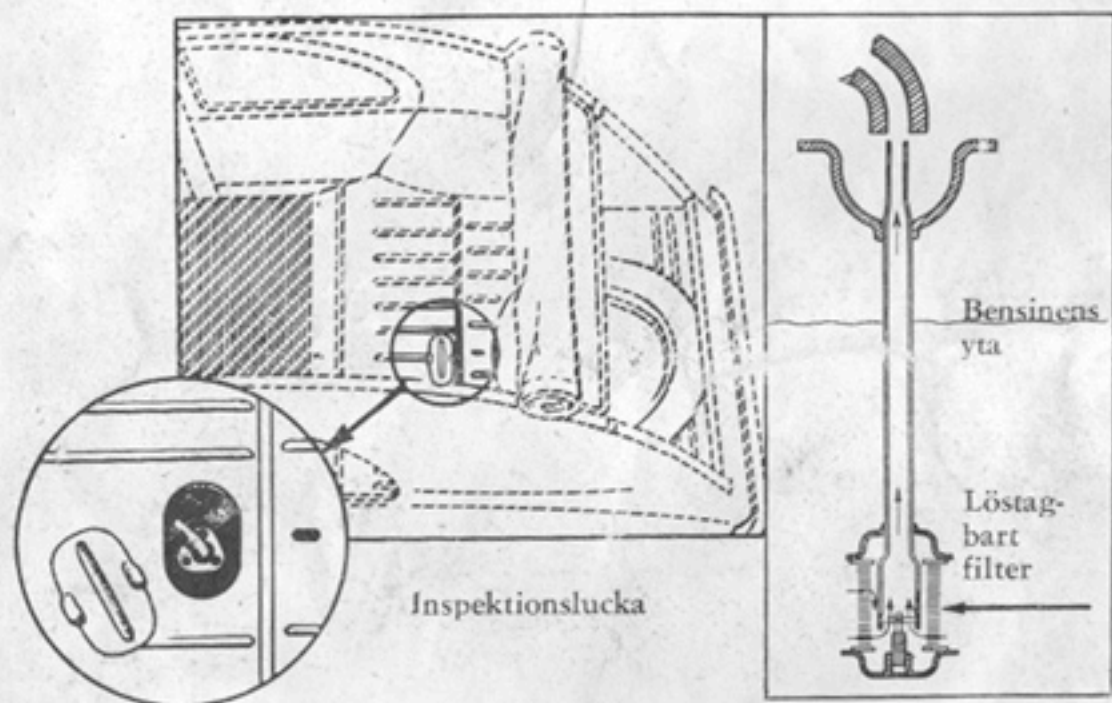

Fig. 10.
B. Ytterligare ett filter är placerat i bensintanken i änden av det rör genom vilket bensinen suges upp ur tanken. Låt emellanåt en Citroën-representant göra ren detta. (Fig. 10)